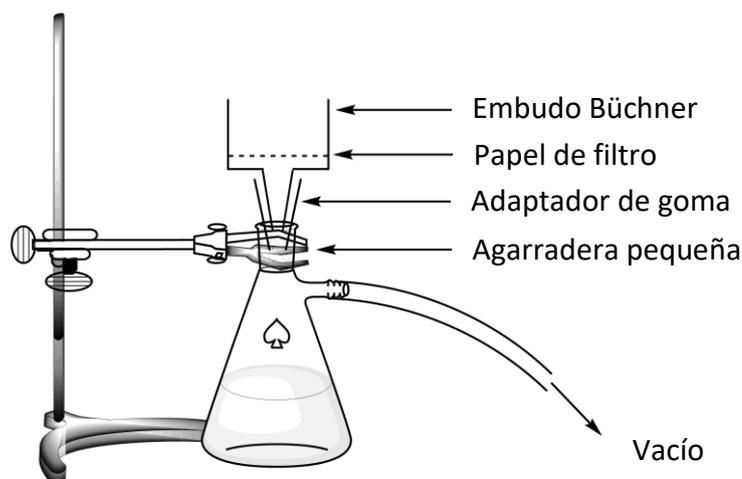

Figura 2. Sistema para filtrar a vacío
7. **Arma** el sistema de filtración a vacío (ver Figura 2) utilizando el embudo Büchner, un papel de filtro y un kitasato, que debe estar asegurado al pie metálico con la pinza. **Levanta** tu tarjeta HELP. Un asistente de laboratorio vendrá a mostrarte cómo conectar el kitasato al vacío.